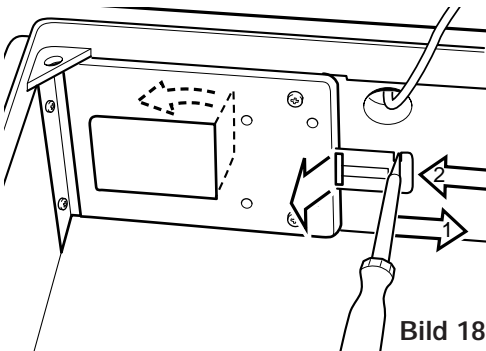

Bild 18
- Schieber an Kante mit Schraubendreher oder dergl. nach rechts drücken bis Schmelzlot herausfällt (Bild 18)
- Schieber loslassen bis sich Klappen schließt (Bild 18)